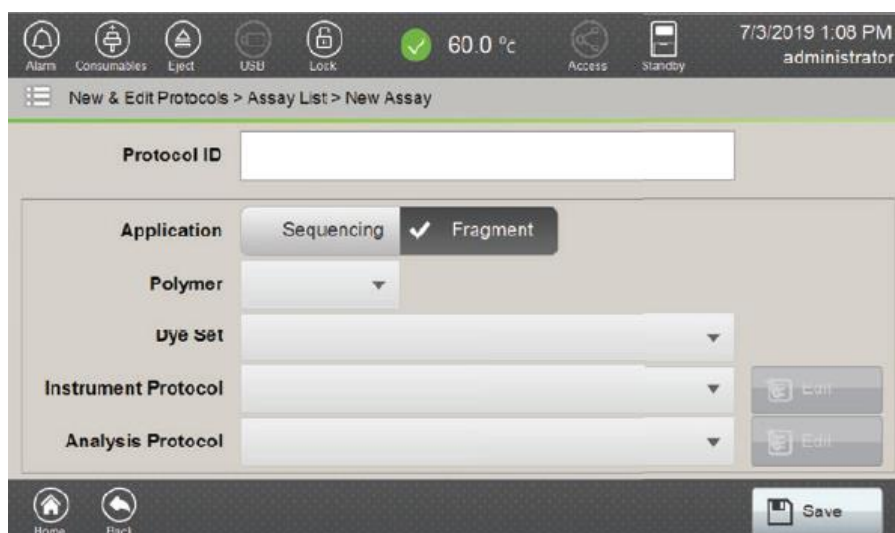

図 141 New Assay 画面
2. フッターの **Create** ボタンを選択し、New Assay 画面を開きます。（図 141）